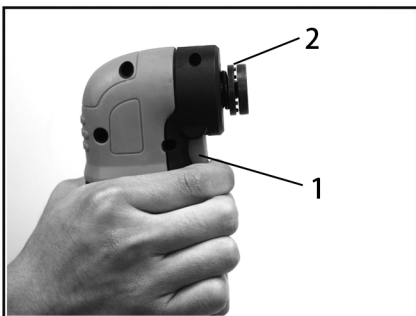
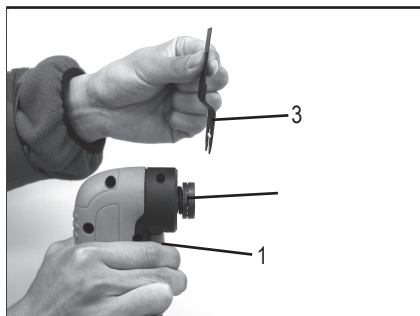
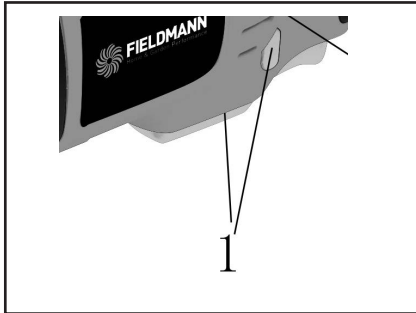

Рис. 1
Рис. 2
Рис. 5
1. Нажмите на держатель аксессуаров (1). Рис. 1
2. Установите диск (3) на держатель принадлежностей (Рис. 2).
- ✿ Если Вы хотите включить инструмент, передвиньте выключатель (1) в направлении к передней части инструмента (Рис. 5).
- ✿ Если Вы хотите выключить инструмент, передвиньте выключатель в направлении к задней части инструмента (Рис. 5).
1. Установите на инструмент пильное полотно для резки дерева заподлицо (Рис. 2)
2. Положите на пол кусок разбитой плитки (1) примерно в 1/2" (25 мм) от откосов дверного проема (2)
3. Положите инструмент с пильным полотном (3) так, чтобы он слегка прикоснулся к поверхности плитки, и чтобы режущие зубья НЕ ПРИКАСАЛИСЬ к разрезаемой поверхности.
4. Установите самые высокие обороты и включите инструмент (Рис. 5 и 6).
1. Установите на инструмент пильное полотно для резки дерева заподлицо (Рис. 2).
3. Установите режущее полотно (2) близко над полом в центре одной из линий разреза.
4. Установите на инструменте средние обороты и включите инструмент (Рис. 5 и 6)
1. Установите на инструмент полукруглое пильное полотно для дерева и гипсокартона (Рис. 2).
2. Приложите коробку к гипсокартонной стенке и мягким карандашом обозначьте на гипсокартонной стенке необходимое прямоугольное отверстие (1)
3. Установите угловую кромку пильного полотна (2) близко к гипсокартонной стенке в центре одной из линий разреза.
4. Установите самые высокие обороты и включите инструмент (Рис. 5 а б).
1. Установите на многофункциональный инструмент прижимной башмак, как показано на Рис. 2.
4. Переключите выключатель в положение ВКЛЮЧЕНО, как показано на Рис. 5.
1. Установите на многофункциональный инструмент шабер, как показано на Рис. 2, Рис. 1 и 2.
2. Установите регулятор оборотов на 4 и переключите выключатель в положение ВКЛЮЧЕНО, как показано на Рис. 5 и 6.